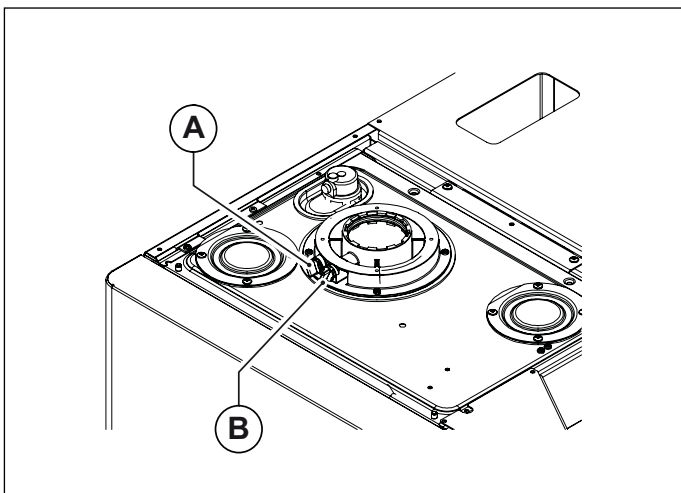
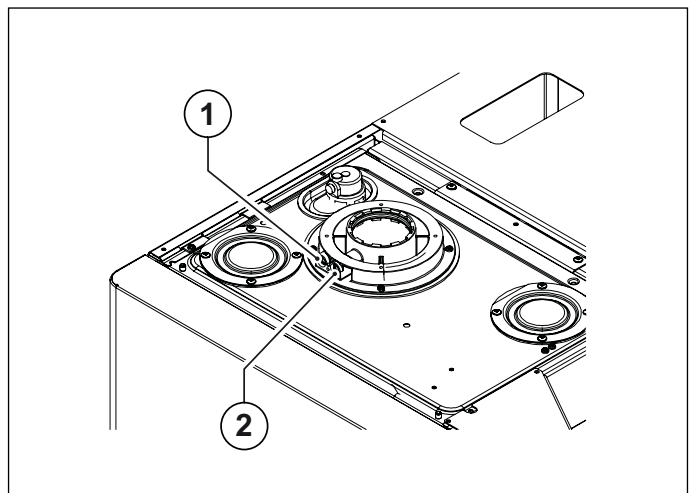

Abb. 18 Abgasstutzen
Abb. 19 Messöffnungen Abgasstutzen
Die Abgasmessung wird, an den dafür vorgesehenen Messöffnungen am Abgasstutzen (siehe) durchgeführt. Abb. 18 Abgasstutzen und Abb. 19 Messöffnungen Abgasstutzen).
Die Öffnung A ist zur Verbrennungsluftmessung bestimmt, die Öffnung B für die Abgasmessung (siehe Abb. 18 Abgasstutzen).
Vor Beginn der Messungen die Verschlussstöpsel **A** und **B** von den Messöffnungen entfernen und die Messsonde des Abgasanalysegeräts positionieren (siehe Abb. 18 Abgasstutzen).
- Messung der Verbrennungsluft **1** (siehe Abb. 19 Messöffnungen Abgasstutzen).
- Messung des Abgastemperatur und des CO₂ **2** (siehe Abb. 19 Messöffnungen Abgasstutzen).
Führen Sie die jeweiligen Messungen während des Betriebes des Gerätes durch. Abgaswerte - CO₂ (siehe Abb. 19 Messöffnungen Abgasstutzen)